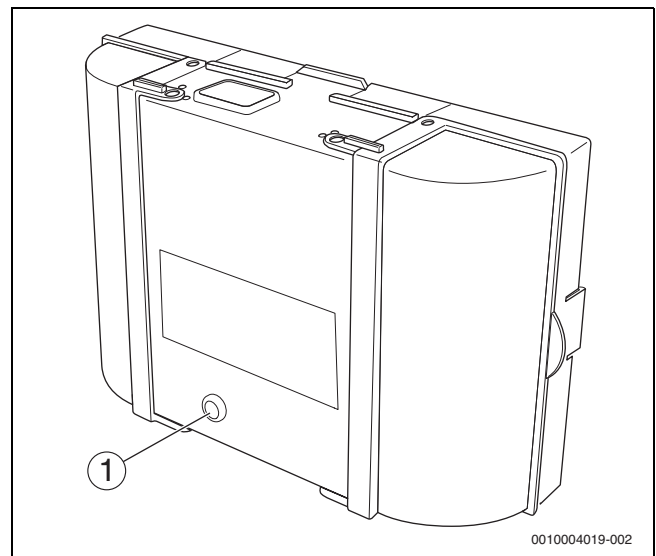

Bild 10 Störungen am Feuerungsautomat zurücksetzen
► Taste reset (→ Bild 10, [1])